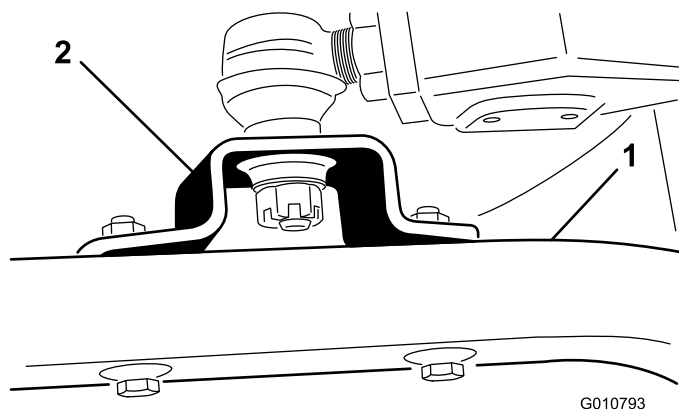

Figura 19
4. Retire os parafusos e porcas de bloqueio que prendem as montagens da rótula esférica aos braços da roda giratória na unidade de corte (Figura 19).
4. Desloque a alavanca de elevação para a posição Suspensa. Empurre os braços de elevação para baixo até que os furos na rótula esférica fiquem alinhados com os furos nos braços da roda giratória (Figura 19).